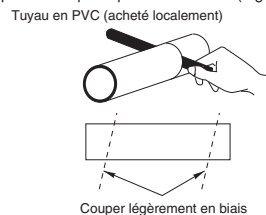

Fig. 3-36
- (5) Mesurer l'épaisseur du mur du bord intérieur au bord extérieur et couper le tube en PVC légèrement en biais et 6 mm plus court que l'épaisseur du mur. (Fig. 3-36)